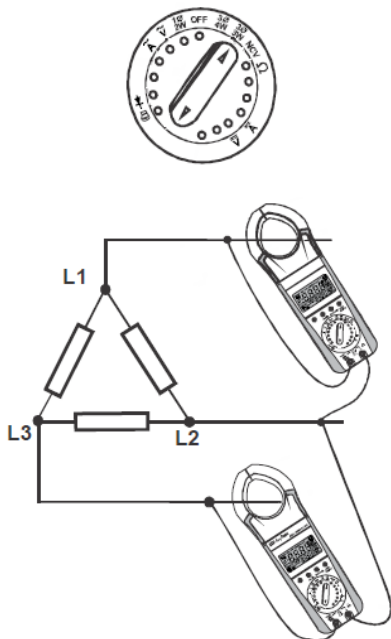

Fig 12.1.2 Schema di collegamento per carico asimmetrico 3ph3w
- 2) Lo strumento mostrerà L1-2 e I -1 sul display. Collegare la pinza alla fase 1 come mostrato in fig 12.1.2.